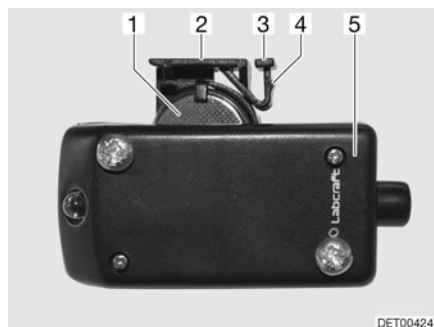

Fig. 190 Eclairage de la penderie avec compartiment de pile ouvert
- Repousser avec précaution la patte de retenue (Fig. 190,3) sur la partie supérieure de l'éclairage de la penderie (Fig. 190,5). Le bec (Fig. 190,4) est libéré sur patte de retenue.
- Tirer le support de pile (Fig. 190,2) vers le haut.
- Retirer la pile bouton (Fig. 190,1) du support.